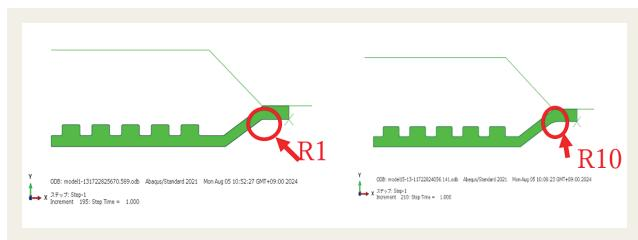

図4 屈曲部の形状変更
大型かつ高温時（90°C）となるとゴム挙動・応力が大きく変化するため、ダイヤフラムシートの圧搾時に、図4に示す最大応力が発生する可動箇所の見直しを行った。
①ダイヤフラムシートにおいて、可動量が多く、破損しやすい箇所で、最も高い応力が発生する部分をR1からR10mmに見直した（図4参照）。